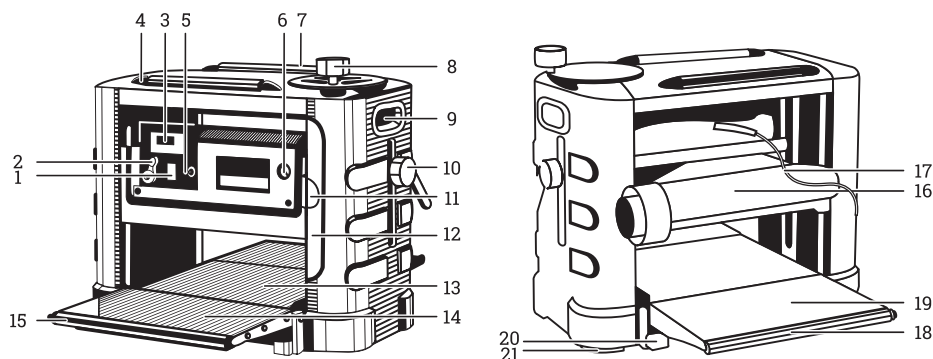

Рис. 1. Устройство рейсмусового станка
При вращении ручки установки глубины строгания 8 (рис. 1) на дисплее будет отражаться величина изменения после нажатия на кнопку 24. При повторном нажатии на кнопку 24 с экрана исчезнет надпись «inc» и появится числовое значение, равное прежней величине с учетом величины изменения (истинная высота). При повторном нажатии на кнопку 24 начнется новый отсчет от нулевого значения.
Поднимите блок электродвигателя 6 (см. рис. 1) ручкой 8 до предела так, чтобы вам было хорошо видно рабочую зону и вы могли бы удобно работать над юстировкой удлинителей стола 14 и 19.
Для включения станка нажмите клавишу магнитного пускателя 1 (см. рис. 1) в положение «Вкл.» (I). Для выключения станка нажмите клавишу магнитного пускателя в положение «Выкл.» (0).
Ручкой 8 по шкале 12 (см. рис. 1) установите положение, соответствующее максимально толстому участку заготовки, после чего установите глубину строгания.
Если предстоит обработать две или более заготовок в одинаковый размер по толщине, необходимо выполнять пооперационное строгание всех заготовок, т.е. при каждой настройке рейсмусового станка пропускать поочередно все заготовки. Окончательное (чистовое) строгание рекомендуем выполнять в несколько проходов (не менее 2 раз) с минимальной глубиной строгания и минимальной скоростью автоподачи. Для этого переключатель 2 (см. рис. 1) установите в положение, соответствующее скорости автоподачи 4 м/мин. Для получения хорошего качества строгания научитесь определять направление волокон древесины. Подавайте заготовку так, чтобы ножи срезали стружку по волокнам древесины, а не задирали слой. При необходимости выполните пробное (предварительное) строгание заготовок (или обрезков) в разных направлениях и сравните чистоту обработки.
Для облегчения возврата предварительно обработанной заготовки на исходную позицию для повторного прогона на верхней панели станка предусмотрены дополнительные ролики 4 и 7 (см. рис. 1).